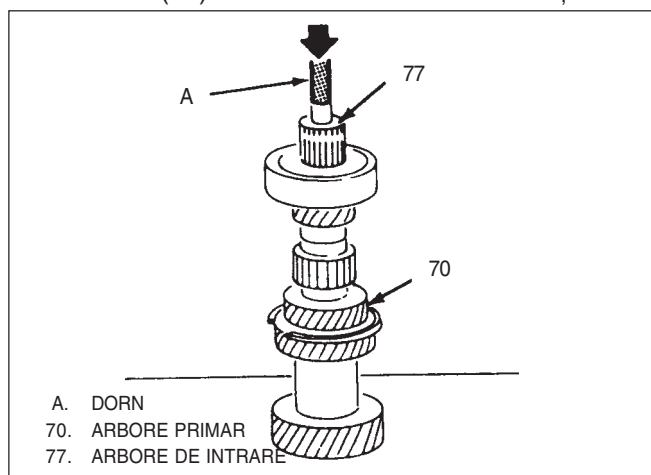

Fig. 33 Demontare arbore primar și arbore de intrare
↔ Demontare sau deconectare(Fig 33 și 39)
- 1) Arbore de intrare(77) din arborele primar(70) folosind un dorn și presa hidraulică, Fig 33.
- 2) Siguranță inelară (69).
- 3) Rulment(68) de pe arborele primar(70) folosind un dorn și presa hidraulică.